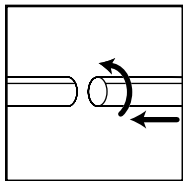

FIGURA 1
6. Acople las varillas de extensión (**No es común para todos los modelos**) al extremo del accesorio de la manguera. Tuerza ligeramente para apretar la conexión. **FIGURA 1.**
de lo que usted requiera para limpiar a las varillas de extensión. Tuerza ligeramente para apretar la conexión. **FIGURA 1.**